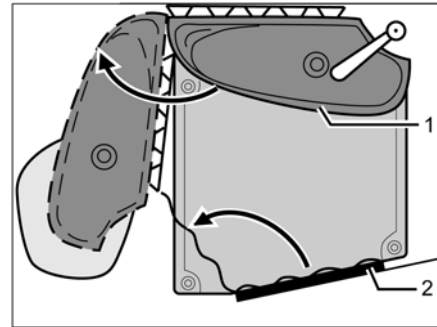

Fig. 345 Toilettes Vario
- Tourner le lavabo avec la paroi arrière (Fig. 345,1) dans le sens de la flèche.
- Pénétrer le cabinet de toilette et fermer et verrouiller la porte des toilettes (Fig. 345,2) de l'intérieur.